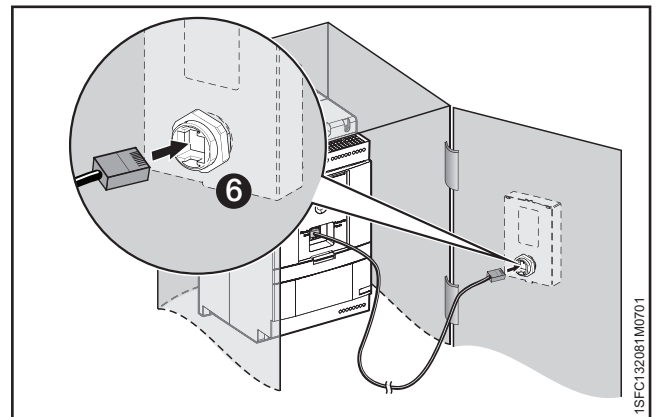

Figura 4.11
4. Conecte el otro extremo del cable de red al puerto de red de la parte posterior de la interfaz de usuario móvil. Consulte **6** en la **Figura 4.11**.